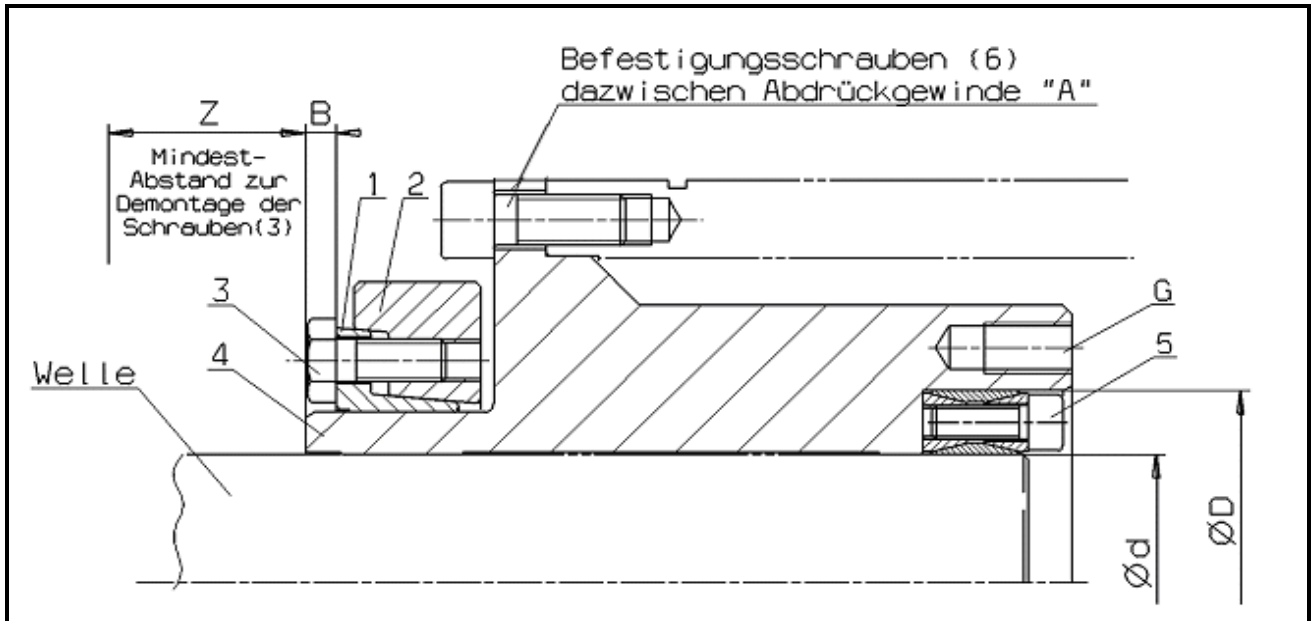

Bild 2.1
- Lösen Sie die Befestigungsschrauben (6).
- Ziehen Sie den Elektromotor von Spannsystem RTM 608 ab. Sie können dabei die Abdrückgewinde „A“ (siehe Bild 2.1 und Tabelle 2.1) zu Hilfe nehmen.
- Lösen Sie die Spannschrauben (3) der Reihe nach um jeweils ¼ Umdrehung in mehreren Umläufen gleichmäßig. Ein Abreißen der Schrauben sowie ein Verkanten der Spannfläche wird hierdurch vermieden.
- Ziehen Sie die Zentrierbüchse (4) von der Welle ab. Sie können dabei die Abziehgwinde „G“ (siehe Bild 2.1 und Tabelle 2.1) zu Hilfe nehmen.